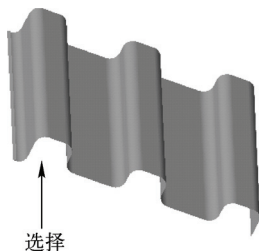

图 10-41 选择合适的曲线
STEP 02 在绘图区中选择合适的曲线，如图 10-41 所示。